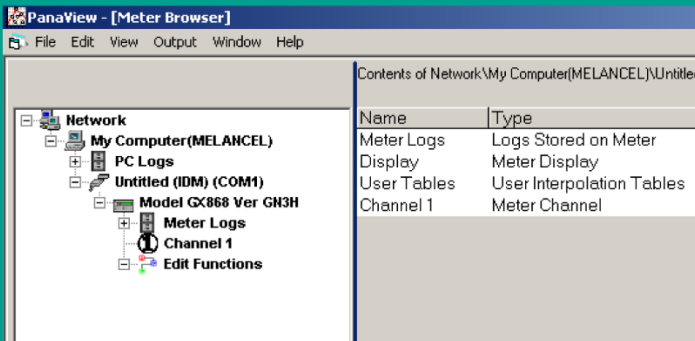

Figura 35: Explorador de nuevo medidor con rama de medidor
3. Luego, expanda el árbol de medidores como se muestra en la figura 35.